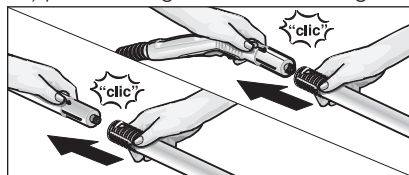

Fig. 3: Sette på forlengerørret
- Bruk hvis nødvendig forlengerørret (G1). Monter deretter en, eller begge forlengerørrene (G1) på damp pistolen (C1) (se fig. 3). Skyv den ønskede tilbehørsdelen (D1, E1, F1, H1) på den ledige enden av forlengerørret.